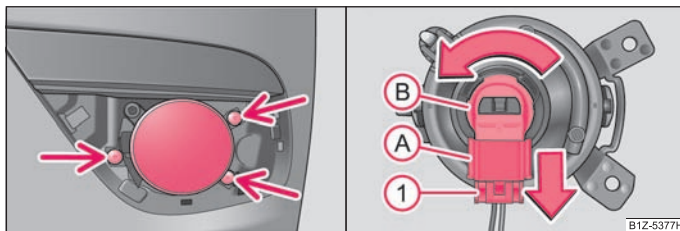

Fig. 199 Bara de protecție față: Proiectoarele de ceaă/Proiectoarele de ceaă: Înlocuirea becului ►
- Deșurubai, cu ajutorul șurubelniei din trusa de scule²¹⁾, șuruburile ⇒ pagina 222, fig. 199 - stânga.